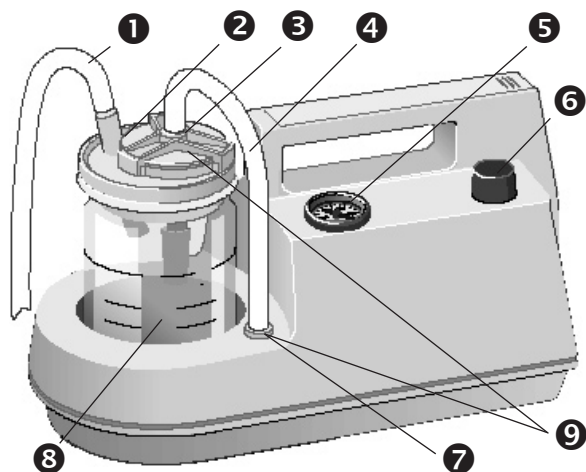

Bild 1. ATMOS LC 16
- ① Netzsteckeranschlussbuchse
- ② Netzschalter
- ③ Sicherung
- Setzen Sie den Saugschlauch (①, Bild 1, Seite 4) über den Anschlussstutzen (②, Bild 1, Seite 4).
- Verbinden Sie den Silikonschlauch (④, Bild 1, Seite 4) mit dem Filteranschlussstutzen (③, Bild 1, Seite 4) und dem geräteseitigen Anschlussstutzen (⑦, Bild 1, Seite 4) (grünen Signalring beachten).